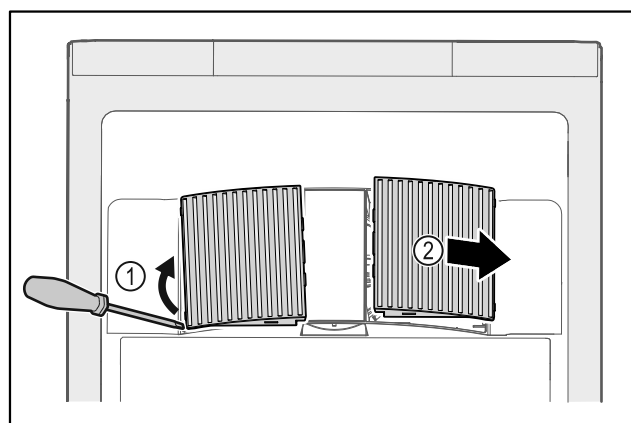

Fig. 59
- ▶ Pokrov ventilatorja previdno dvignite s strani Fig. 59 (1) in ga odstranite v smeri naprej Fig. 59 (2).